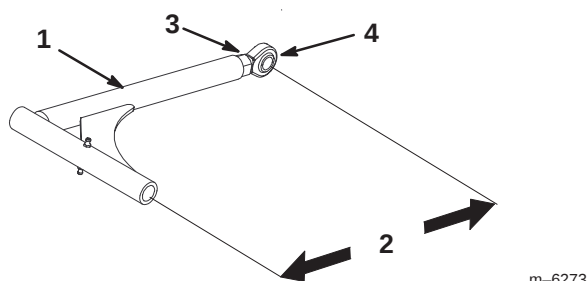

Figure 60
1. Pour régler les bras de poussée, desserrez l'écrou de blocage et tournez la rotule dans le sens anti-horaire, un tour à la fois (Fig. 60).
2. Réglez chaque côté de la même façon. La longueur nominale de chaque bras de poussée doit être de 389 mm (Fig. 60).